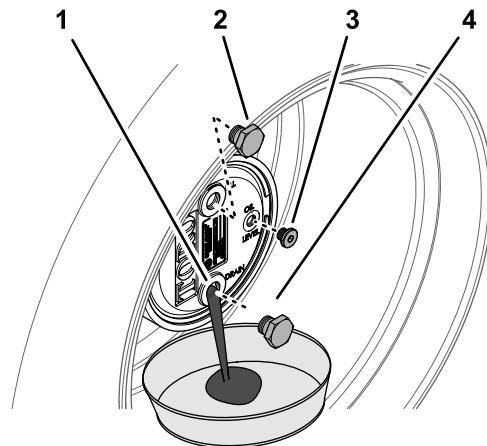

図 74
2. 補給プラグが時計の 12 時を指し、点検プラグが 3 時の位置を指すようにマシンを駐車する 図 74。
3. プラネタリハブの下にオイル回収容器を置き、6 時の位置にあるドレンプラグを外してオイルを抜く 図 74。
5. プラネタリハウジングのドレン穴にプラグを取り付ける 図 74。